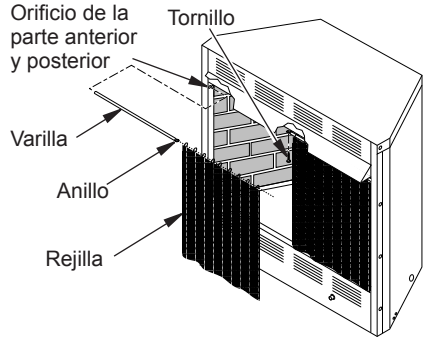

Figura 12 - Instalación de la rejilla del calefactor
1. Inserte cada varilla través de los nueve anillos localizados en la parte superior de la rejilla (consulte la figura 12).